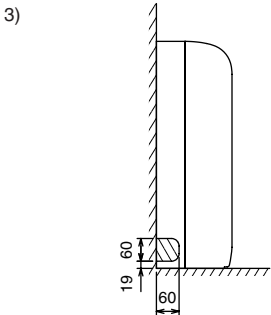

Fig. 3-9
- 3) Tubería izquierda (Fig. 3-9)